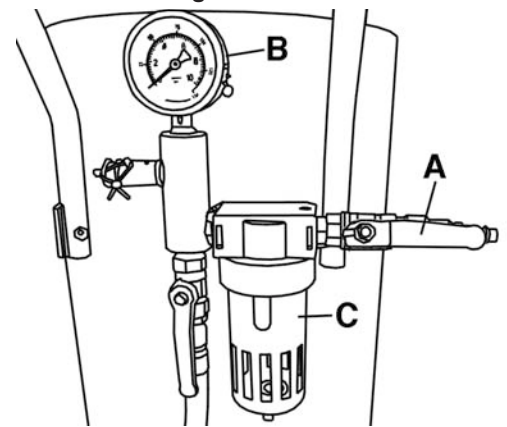

Figure 8
Avant de charger de l'abrasif dans le réservoir, assurez-vous qu'il est parfaitement sec, sinon l'abrasif va boucher les soupapes, les boyaux et autres composants. Assurez-vous que la soupape d'admission d'air (A) Fig.8 est dans la position fermée (horizontale) et que la jauge à pression (B) est à zéro tel qu'illustré à la Fig.8.